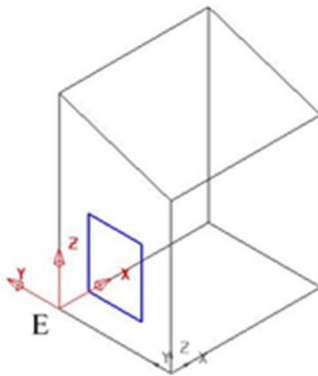

Рисунок 3.5 - Побудова прямокутника в площині YZ
- ✚ Побудуйте прямокутник в площині YZ (рис. 3.5), вершина якого перебуває в точці $(0 -20 20)$, а протилежний кут в точці $(0 -35 45)$.